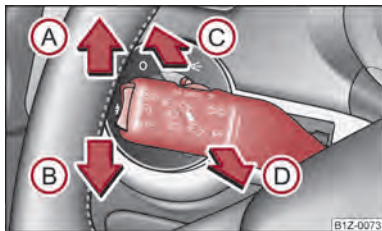

Fig. 30 La palanca de luz intermitente y luz de carretera
- Presione la palanca hacia arriba (A) o hacia abajo (B) ⇒ fig. 30 (B).